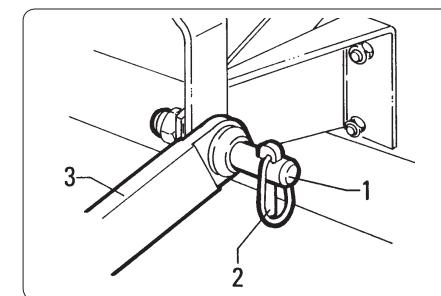

fig. 4.1.1
- Les fixer avec les goupilles de sécurité “2” fig. 4.1.1.
- Durch Einsticken der Sicherheitssplinte “2” Abb. 4.1.1 absichern.